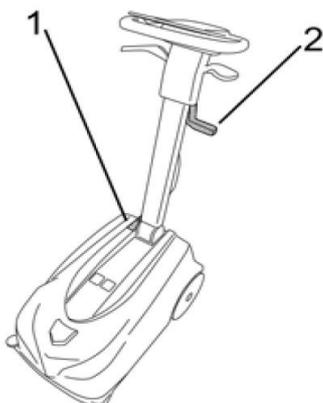

Abb. 9: Betriebsposition
Schritt 1: Stellen Sie sicher, dass die Maschine am Hauptschalter ausgeschaltet ist. (1, Abb. 9).
Schritt 2: Stellen Sie sicher, dass die Sauglippen der Maschine nicht aktiv sind. Zum Heben der Sauglippen den Hebel betätigen (2, Abb. 9).
- Schalten Sie zum Befüllen des Wassertanks immer den Hauptschalter (1, Abb. 9) der Maschine aus
- Hauptschalter (1, Abb. 9) der Maschine ausschalten